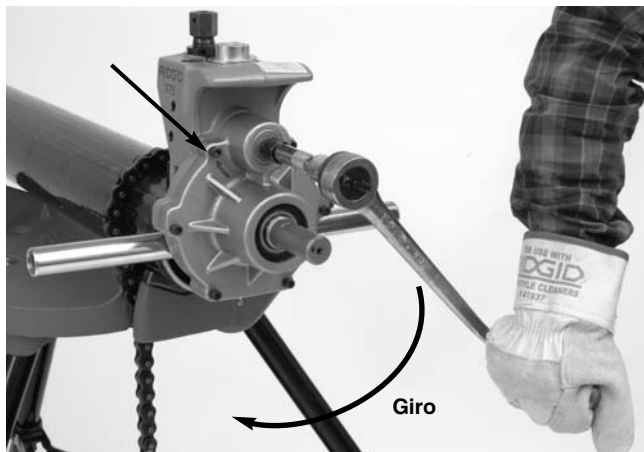

Figura 17 – Giro del trinquete en el sentido de las flechas
5. Gire el trinquete hacia la derecha (usted se encuentra mirando la parte trasera de la ranuradora) en el sentido de las flechas grabadas en el cuerpo trasero de la ranuradora (vea la Figura 17). Observe el giro de la ranuradora y asegure que la placa de la cubierta permanece en contacto con el extremo del tubo. Si la ranuradora empieza a separarse del extremo del tubo, no le dé más vueltas al trinquete para que la ranuradora no se salga del tubo y vaya a caer. Usted puede valerse de los brazos de soporte para empujar la ranuradora hacia el tubo para que éste y la placa vuelvan a quedar en contacto. Si es necesario, nuevamente monte la máquina en el tubo (vea la sección *“Montaje de la ranuradora en el tubo”*). Si el extremo del tubo se deformó, corte el tubo más adentro y lábrele una nueva ranura.